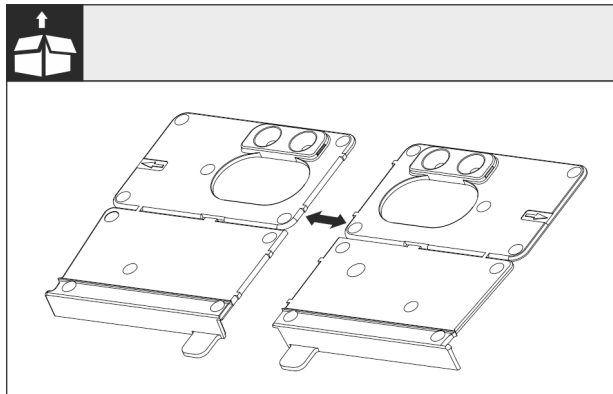

Fig. 27
- ▶ Erotta pohjan asennuskulma Fig. 27 () lävistysten kohdalta.